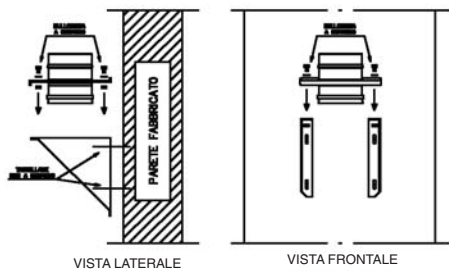
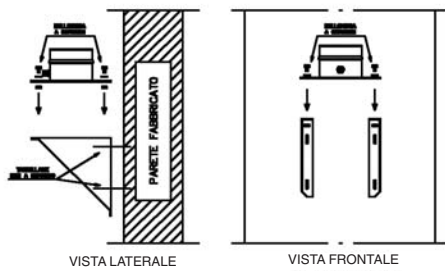

FIG. 3A *Installazione coppia angolare con piastra intermedia*
FIG. 3B *Installazione coppia angolare con piastra di base*
- fissare i due elementi della coppia angolare al muro, creando tra essi un piano di appoggio orizzontale; fissare successivamente la piastra serrando i dadi ai rispettivi bulloni come illustrato in fig. 3a e fig. 3b.